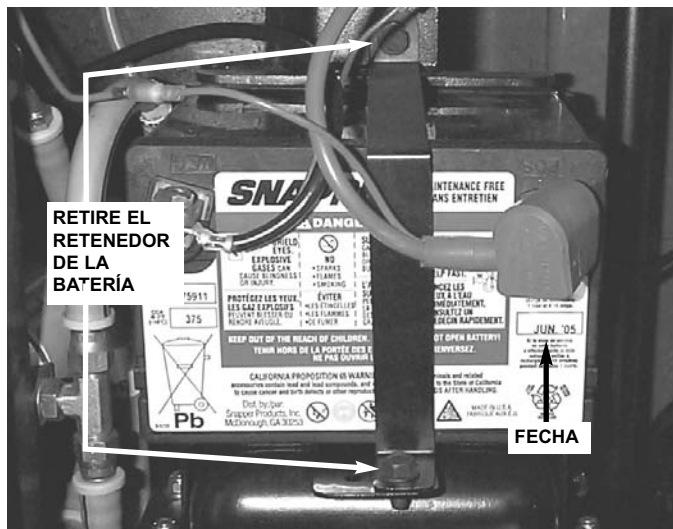

FIGURA 5.17
1. Retire el retenedor de la batería. Vea la figura 5.17.
3. Observe y anote las posiciones de los cables en la batería. Desconecte los cables de los bornes de la batería, primero el cable NEGRO (negativo) y después el ROJO (positivo). Guarde los pernos y tuercas de montaje. Vea la figura 5.17.
3. Vuelva a instalar el retenedor de la batería y la tapa del borne positivo. Vea la figura 5.17.
3. Verifique la fecha en el rótulo de la batería. Vea la figura 5.17. Si pone en servicio la batería después de la fecha indicada, cargue la batería. Consulte la sección "CARGA DE LA BATERÍA".